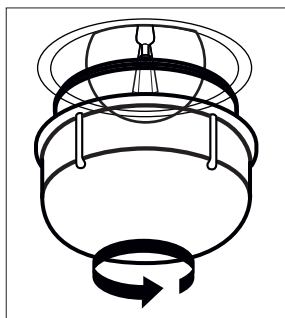

Figure 29
2. Retirez la protection en verre en la tournant dans le sens anti-horaire (Voir figure 29). L'utilisation de gants en plastique peut vous aider si vous avez des difficultés à la faire tourner.